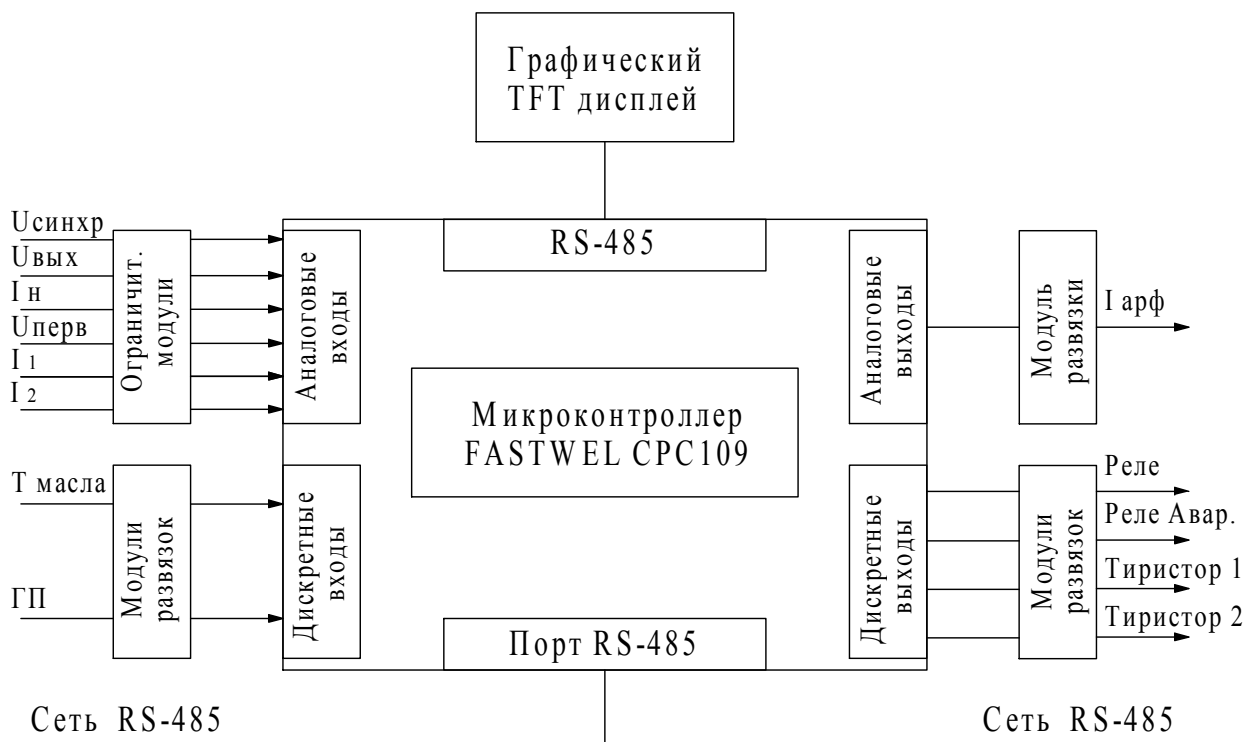

Рис. 1. Структурная схема ВШУ1
3.2 Структурная схема ВШУ1 представлена на рис.1.